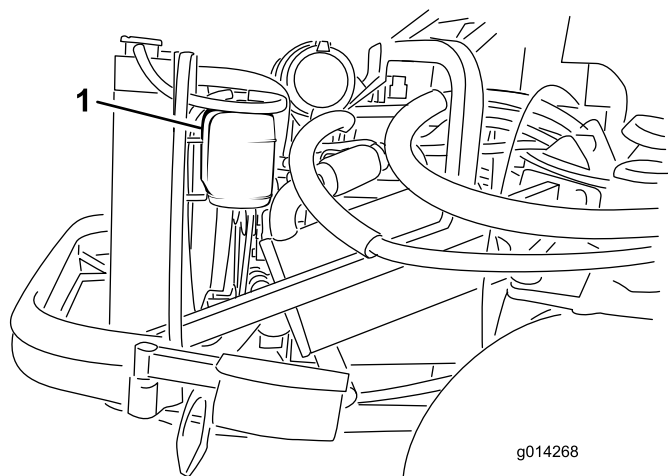

Figura 33
1. Compruebe el nivel de refrigerante en el depósito de expansión (Figura 33). El nivel del refrigerante debe estar entre las marcas en el lateral del depósito.